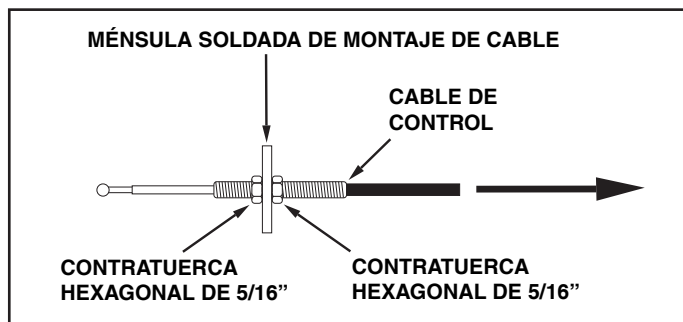

FIGURA 26
- Cuando la cuchilla no se libera y gira cuando se desea, las barras de cierre de ángulo no se están desencajando de las ranuras en la placa de giro. Para corregir este problema, ajuste las contratuercas hexagonales de 5/16" para que el extremo del cable de control se mueva hacia atrás, acercándose a la Ménsula Soldada de Montaje de Cable. En la medida que el extremo roscado del cable se extiende menos a través de la ménsula, las barras de cierre de ángulo se retractarán más para desencajar completamente de las ranuras de la placa de giro. Vea la Figura 26.